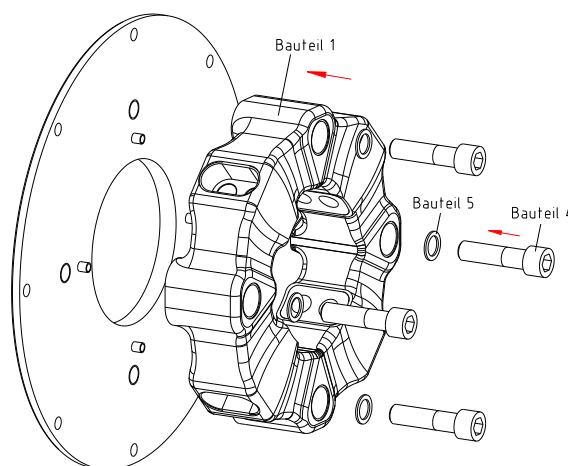

Bild 4: Montage der Elastomerteile an die Flansche
- Montieren Sie die Elastomerteile (Bauteil 1) an die Flansche (Bauteil 3) bzw. an den kundenseitigen Anbauteilen an und richten Sie dabei die Bohrungen zu den Spannhülzen (Bauteil 8) aus (siehe Bild 4).